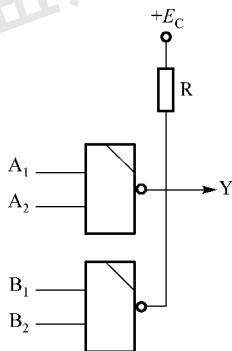

图 1-1-3 OC 门的线与应用
由两个与非门（OC）输出端相连组成的电路如图 1-1-3 所示，即把两个与非门的输出相与（称为线与），完成与或非的逻辑功能。
- (3) 测量图 1-1-3 所示 OC 门的线与逻辑关系。